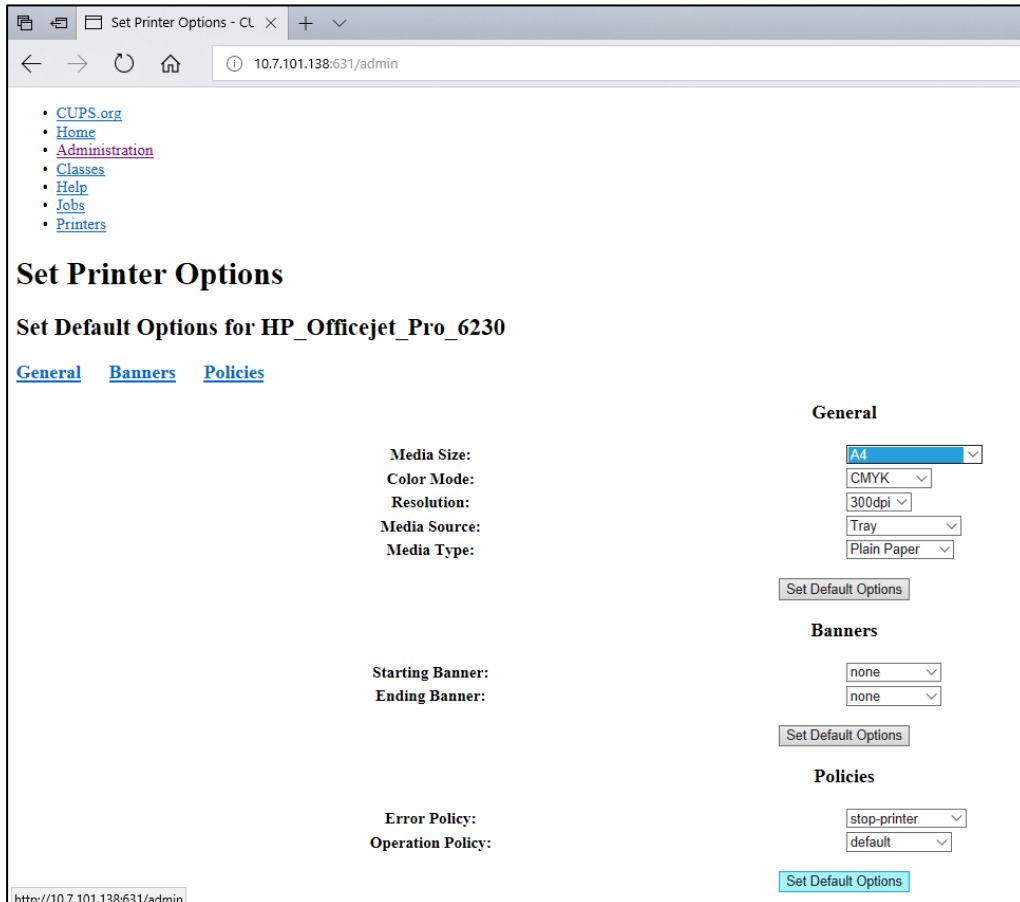

图 84. 选择正确的介质尺寸。
7. 选择正确的 Media Size (介质尺寸) (例如 “A4”) , 因为某些打印机在纸张格式错误时不会打印。接下来, 按下 Set Default Options (设置默认选项) 来保存选择 (图 84)。